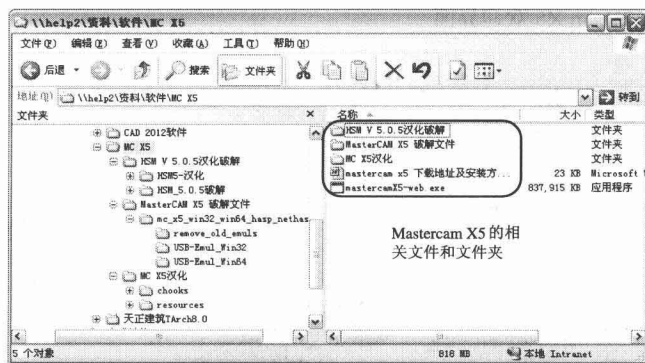

图 1-2 Mastercam X5 的相关文件
Step 02 当用户通过相关的下载软件将 Mastercam X5 软件下载并解压后, 即可看到所包含的相关文件及文件夹对象, 如图 1-2 所示。